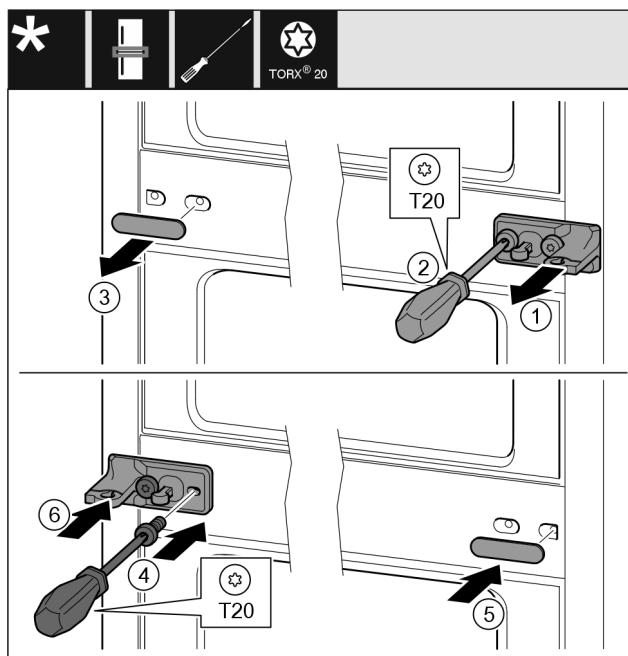

Fig. 33
- Scoateţi şaiba. Fig. 33 (1)
- Extrageti prin rotire şuruburile cu şurubelnīta T20. Fig. 33 (2)
- Desprindeţi cu precauţie apărătoarea. Fig. 33 (3)
- Însurubaţi ferm pe celalătă parte suportul de lagăr cu folie rotit cu 180°. Fig. 33 (4)
- Ataşaţi pe celalătă parte capacul rotit cu 180°. Fig. 33 (5)
- Montaţi şaiba din faţă. Fig. 33 (6)